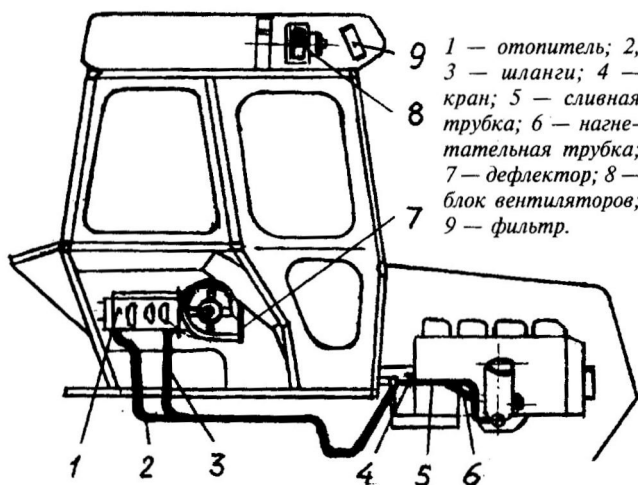

Рис. 60. Система отопления и вентиляции.
**Система отопления кабины.** В корпусе отопителя 1 (рис. 60) находится радиатор и вентилятор, к которому крепится дефлектор 7, позволяющий подавать теплый воздух в зону ног оператора. Масло поступает в радиатор отопителя через кран 4, с помощью которого система отопления отключается от смазочной системы дизеля.